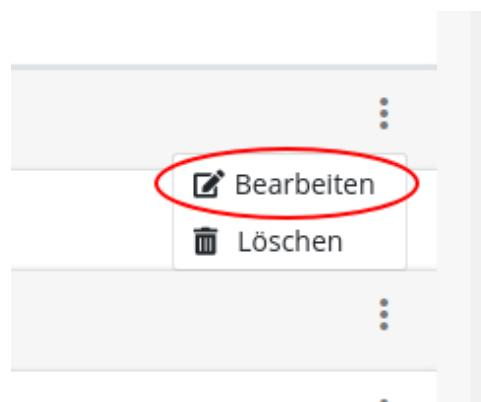

Abbildung 52: Editieren eines Zustands
- Klicken Sie auf der Übersichtsseite in der entsprechenden Reihe rechts auf das ausklappbare Menü (gekennzeichnet durch drei vertikale Punkte, vgl. Abbildung 52)